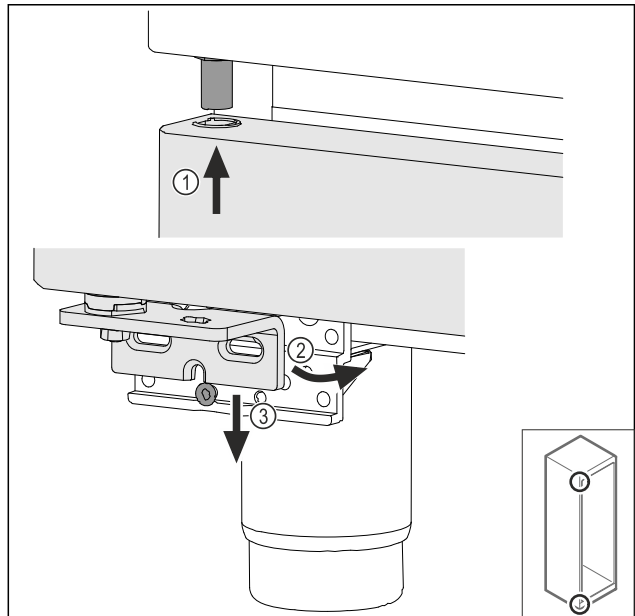

Fig. 47
- Šiek tiek pavertę duris, įstatykite jas viršuje Fig. 47 (1), išlygiuokite tiesiai Fig. 47 (2) ir užmaukite ant atraminės gembės varžto Fig. 47 (3).